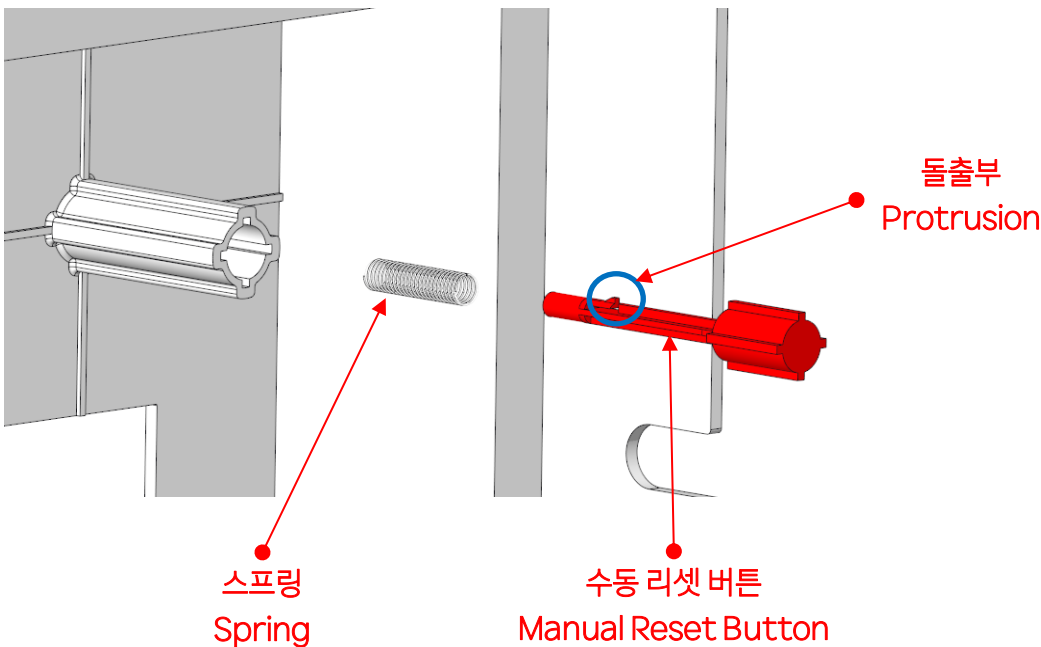

Fig. 4
4. 커버에 그림과 같이 스프링, 수동 리셋 버튼 순서로 조립합니다. 수동 리셋 버튼의 돌출 부는 상부로 향해야 합니다. [FIG 4]
4. As shown in the figure, assembly the spring and the manual reset button in that order onto the cover. The protrusion of the manual reset button must face upward[FIG 4]